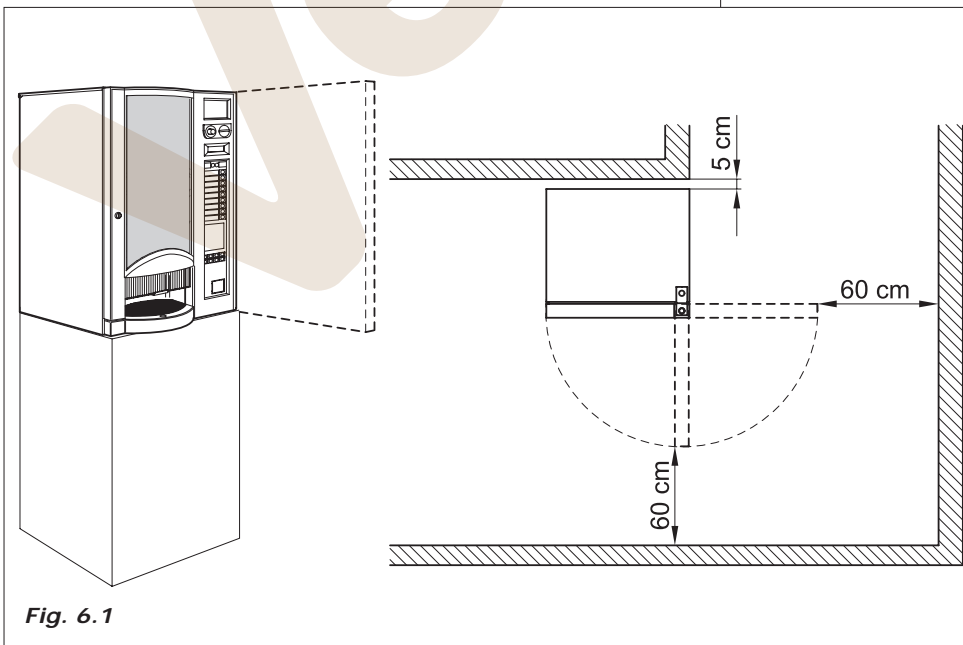

Fig. 6.1
- Instalar cerca de la pared, con una distancia mínima de 5 cm (Fig.6.1), para permitir la ventilación. En ningún caso cubrir el distribuidor con un trapo o similar.
En caso de instalar la máquina cerca de una salida de emergencia, asegurarse de que con el distribuidor abierto haya espacio suficiente para el paso (Fig.6.1).